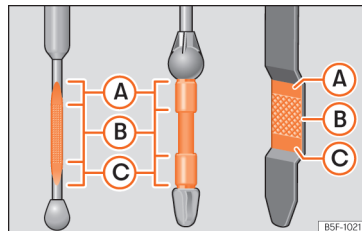

Abb. 190 Ölmesstab
»» **Abb. 190.** Füllen Sie gegebenenfalls Motoröl nach.
- Wenn der Ölstand mindestens den Bereich »» **Abb. 190 (B)** erreicht hat, vorsichtig den Deckel des Einfüllstutzens aufschrauben »» ⓘ.
Liegt der Ölstand über dem Bereich »» **Abb. 190 (A)**, starten Sie den Motor bitte nicht. Dies könnte zu einer Beschädigung des Motors und des Katalysators führen. Wenden Sie sich an einen Fachbetrieb.
Der Ölstand darf keinesfalls über dem Bereich »» **Abb. 190 (A)** stehen, andernfalls könnte Öl über die Entlüftung der Motorölwanne angesaugt werden und über die Abgasanlage in die Atmosphäre gelangen.